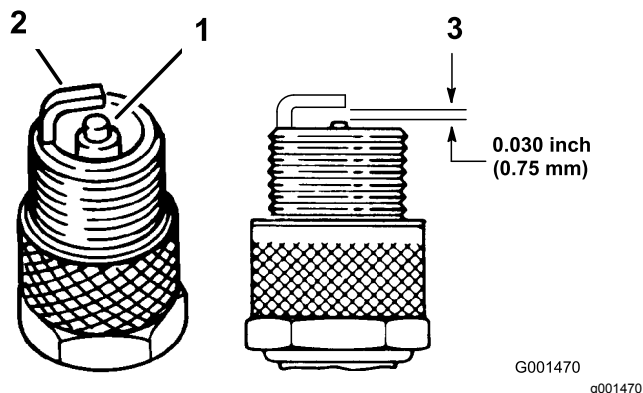

Figura 25
1. Mire la parte central de las bujías (Figura 25). Si se observa un color gris o marrón
2. Compruebe la separación entre los electrodos central y lateral (Figura 25). Si la distancia no es correcta, doble el electrodo lateral.